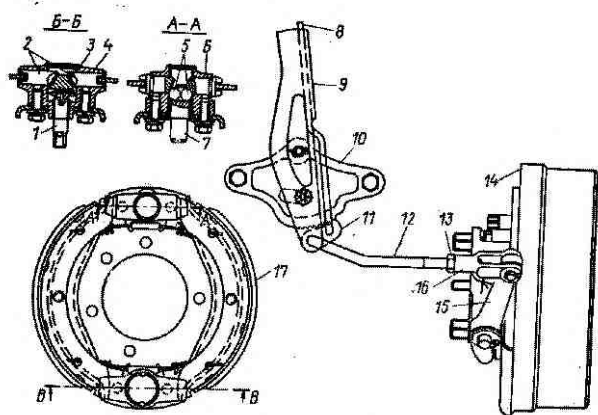

Рис. 67. Стояночный тормоз автомобиля ГАЗ-53-12.
2. Поставить рычаг 9 (рис. 67) тормоза в крайнее переднее положение.